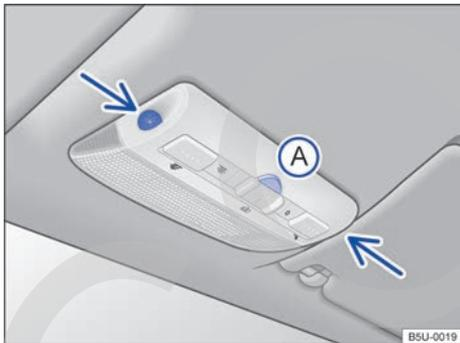

Fig. 53 En la consola del techo: sensores de vigilancia del habitáculo y tecla **A** para desconectar la vigilancia del habitáculo.
La vigilancia del habitáculo dispara la alarma con el vehículo bloqueado, si reconoce movimientos en el interior del vehículo. El sensor y el receptor están ubicados en el conjunto de la luz de lectura → fig. 53 (flechas).
- Presionar la tecla → fig. 53 **A**. En el panel de instrumentos la luz de control  se enciende.